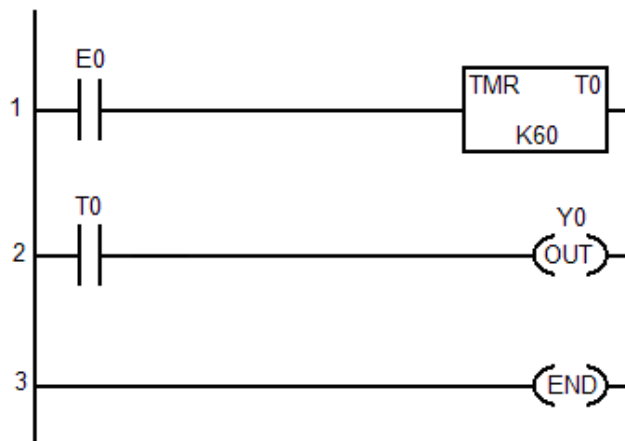

Figura 09 – Diagrama *ladder*.
47. Considerando o diagrama *ladder* da Figura 09,